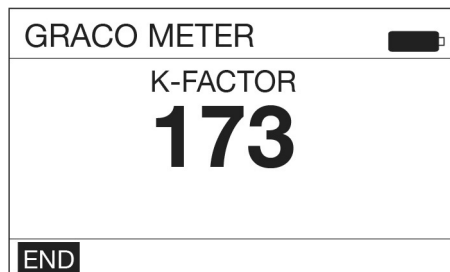

FIG. 17
- Cuando se haya dispensado **exactamente** un litro o cuarto de fluido en el matraz, use el botón INTRO del centro del teclado para seleccionar Fin (END). Aparecerá una pantalla con la cantidad de fluido dispensado (la FIG. 17 muestra un ejemplo de la pantalla con el volumen dispensado).